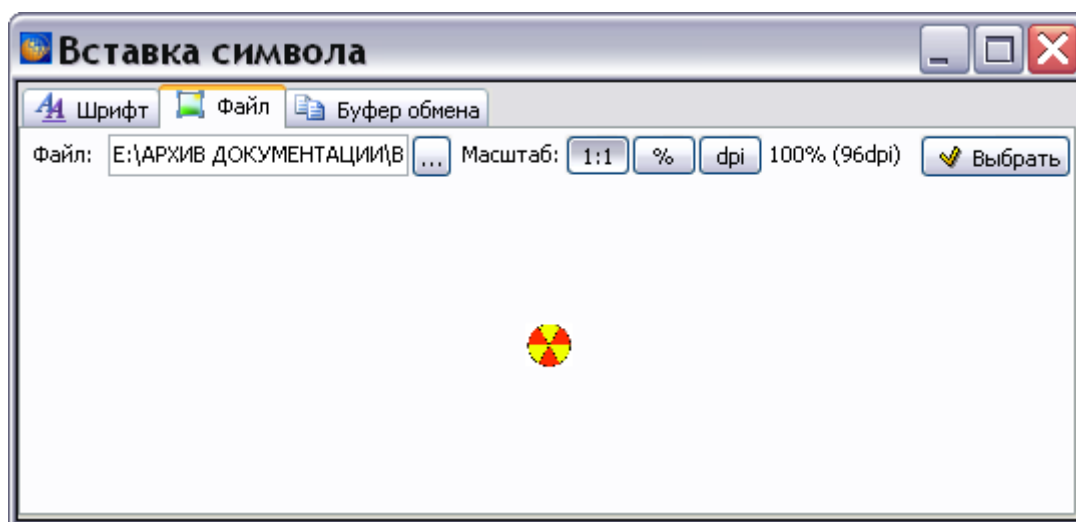

Рис. 5.180
6. После открытия файла в окне **Вставка символа** появится изображение символа (Рис. 5.180). Инструменты данной вкладки аналогичны рассмотренным ранее в подразделе «**Инструмент «Вставка символа»**» раздела 5.3.1.